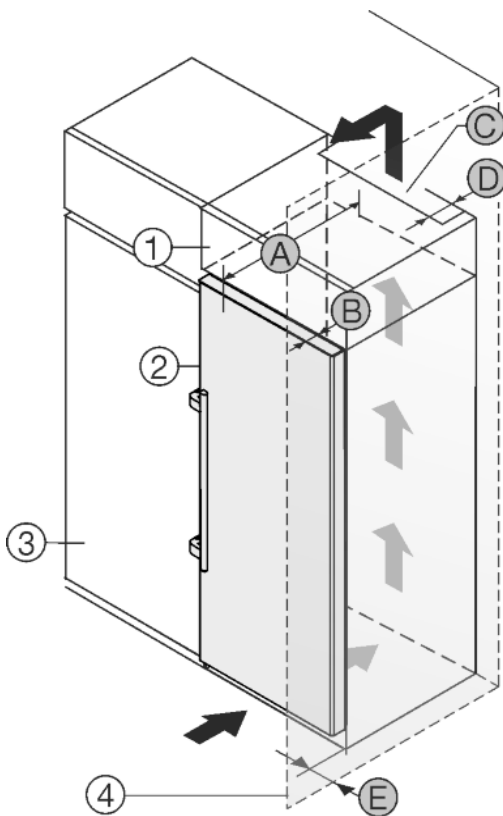

Fig. 23
Das Gerät kann mit Küchenschränken umbaut werden. Um das Gerät *Fig. 23 (2)* der Küchenzeilenhöhe anzugleichen, kann über dem Gerät ein Aufsatzschrank *Fig. 23 (1)* angebracht werden.
Das Gerät kann direkt neben dem Küchenschrank *Fig. 23 (3)* aufgestellt werden. Um die Türe vollständig öffnen zu können, muss das Gerät um die Tiefe *Fig. 23 (B)* gegenüber der Küchenschrankfront vorstehen. Abhängig von der Tiefe der Küchenschränke und Verwendung von Wandabstandshaltern kann das Gerät weiter herausragen.
- An der Rückseite des Aufsatzschrankes muss ein Abluftschacht mit der Tiefe *Fig. 23 (D)* über die gesamte Aufsatzschrankbreite vorhanden sein.
- Unter der Raumdecke muss der Entlüftungsquerschnitt *Fig. 23 (C)* eingehalten werden.
Wenn das Gerät mit den Scharnieren neben einer Wand *Fig. 23 (4)* aufgestellt wird, muss der Abstand *Fig. 23 (E)* zwischen Gerät und Wand eingehalten werden. Dies entspricht dem Griffüberstand bei geöffneter Tür.